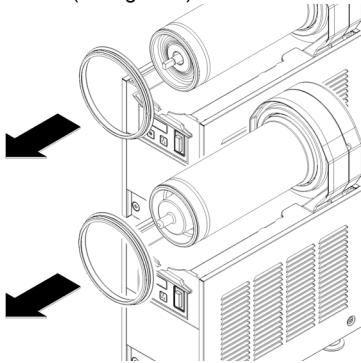

figura 9
- 4** Quitar de su alojamiento la junta del contenedor (ver figura 9).